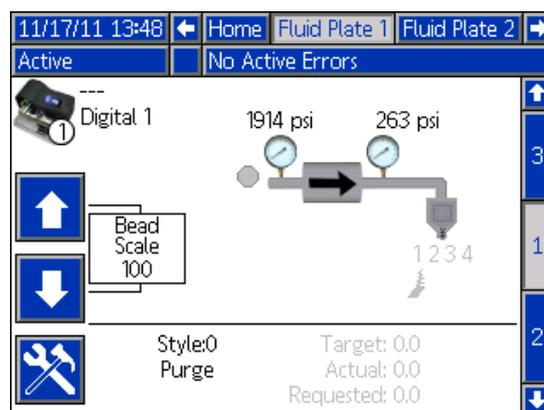

Abb. 33
4. Zeichnen Sie das an Materialplatte x, Bildschirm 1 ausgegebene Volumen auf. Siehe **ABB. 33** auf Seite 47.
- Zeichnen Sie das an Materialplatte x, Bildschirm 1 ausgegebene Volumen auf. Siehe Abb. 33 auf Seite 47.